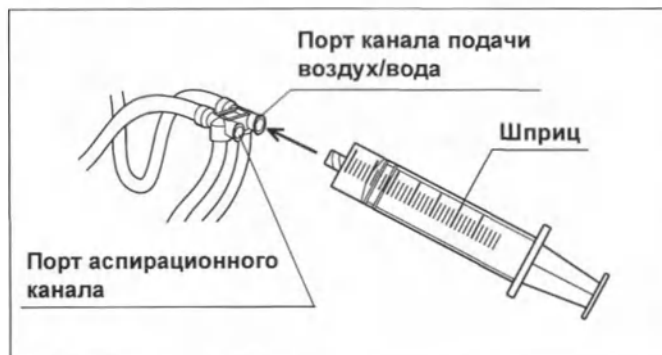

Рисунок 6.17
- 3 Присоедините шприц к порту канала подачи воздух/вода инъекционной трубки. (см. рис. 6.17)
(см. рис. 6.17)